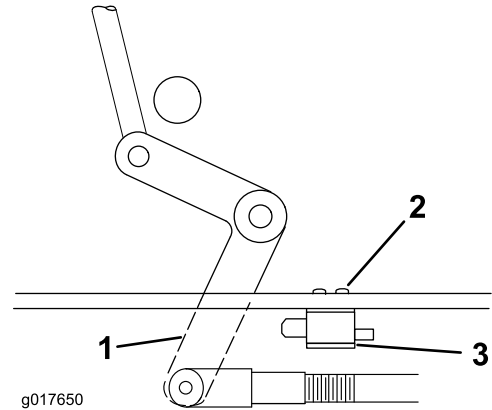

Figura 49
Importante: Asegúrese de que la palanca acodada no toca el cuerpo del interruptor, porque esto podría dañar el interruptor (Figura 49).
4. Si es necesario, ajuste el interruptor de seguridad de la TDF aflojando los pernos que sujetan el soporte del interruptor (Figura 49).